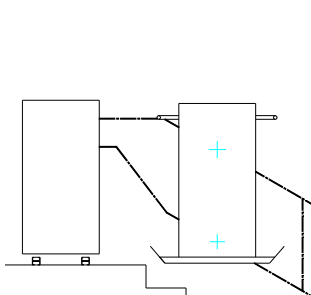

Abb. 1
3. Handrad drehen und währenddessen Bremsenhebel gedrückt halten. Die Drehrichtung ist am Handrand angegeben. Immer in jene Richtung drehen, in welcher das gewünschte Ziel am schnellsten erreicht wird. Handrad solange drehen, bis die Plattform in der Haltestelle steht (Abb. 1).